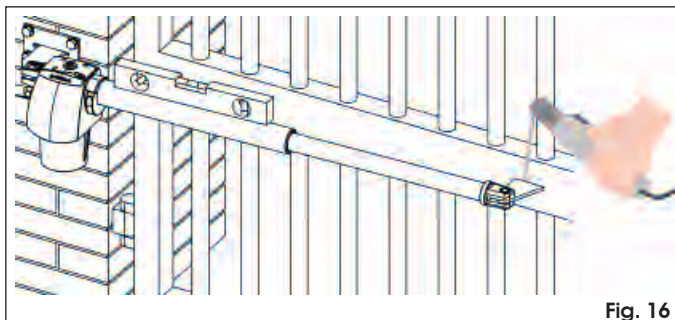

Fig. 16
- Accostare il tubo dell'operatore all'anta sino a far appoggiare la staffa anteriore all'anta (Fig. 16).
- Controllare, con una livella, la perfetta orizzontalità dell'operatore e fissare provvisoriamente la staffa anteriore con due punti di saldatura (Fig. 16.).